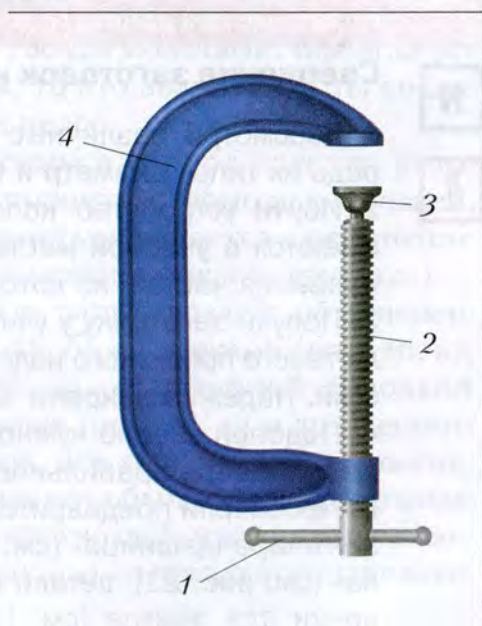

Рис. 45. Струбцина: 1 — вороток; 2 — винт; 3 — опора; 4 — рамка
*Струбцина* — приспособление, применяемое для закрепления заготовки при сверлении, пилении и других операциях (рис. 45). Подкладную доску используют для того, чтобы в конце сверления при выходе сверла из заготовки отверстие получалось с ровными краями и чтобы не повредилась поверхность крышки верстака.